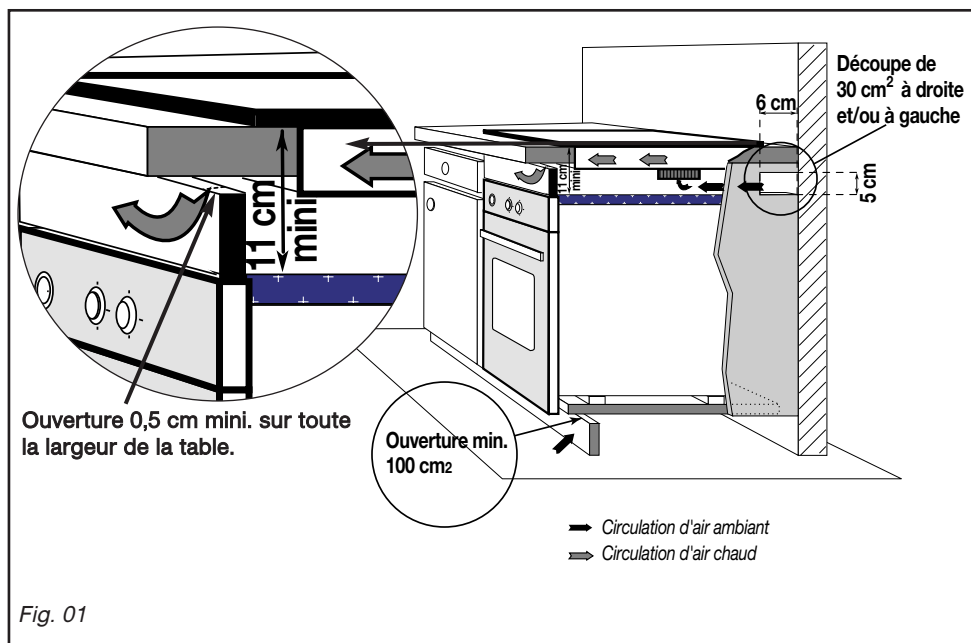

Fig. 01
– Au-dessus d'un four (Fig. 01)